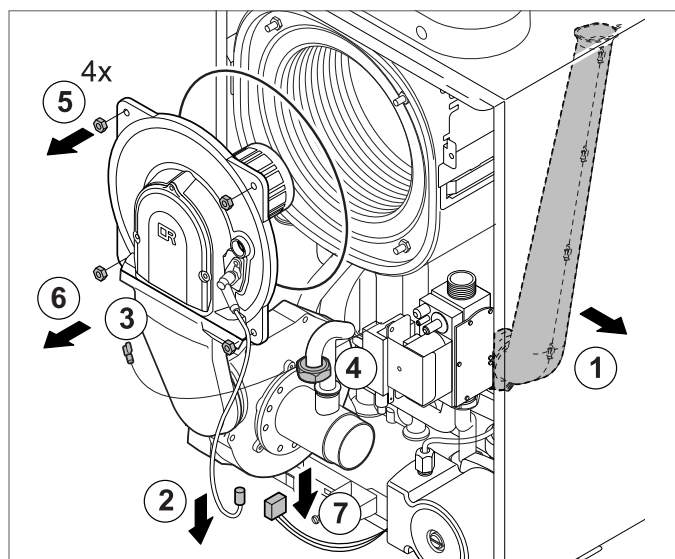

Fig. 47
- Sfilare il tubo di aspirazione dal tubo Venturi (1) (fig. 47).
- Togliere la messa a terra dell'elettrodo di accensione (2).
- Svitare entrambe le viti dell'elettrodo di accensione e tirare verso di sé (3).
- Allentare il raccordo femmina del condotto del gas sulla piastra superiore della caldaia combinata (4).
- Svitare le quattro viti di fissaggio della piastra frontale dello scambiatore primario (5).
- Tirare con cautela verso di sé la piastra frontale con ventilatore e bruciatore spostandola di 10cm circa (6).
- Non appena accessibili, sfilare i collegamenti elettrici sul retro del ventilatore (7).